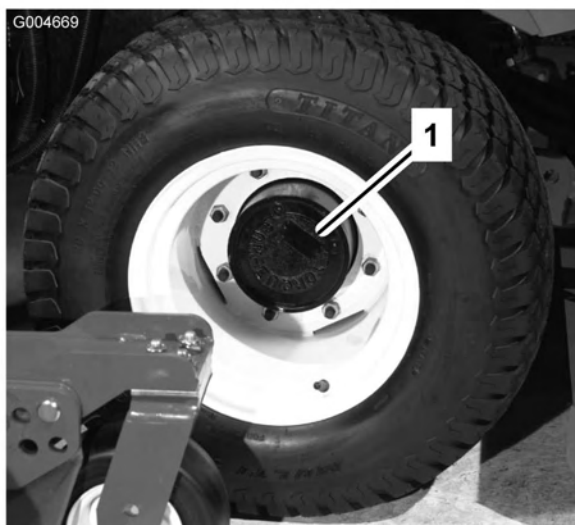
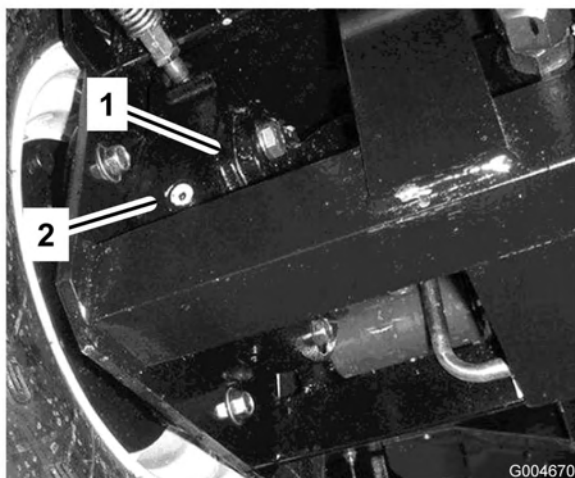

Figure 10
Figure 11
1. Garez la machine sur une surface plane et horizontale, tournez la roue de manière que le bouchon de contrôle/vidange (Figure 10) se trouve à la position 2 heures ou 10 heures.
2. Retirez le bouchon du train planétaire (Figure 10) et le bouchon de contrôle à l'arrière du frein (Figure 11). L'huile doit atteindre la base de l'orifice du bouchon de contrôle à l'arrière du frein.